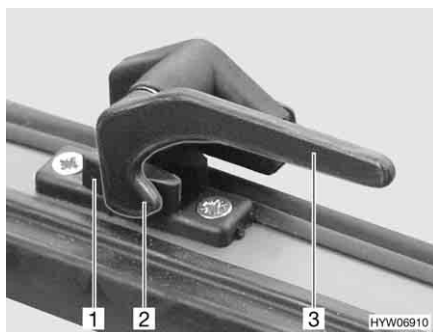

Fig. 56 Leva di serraggio in posizione "Chiuso"
- Ruotare la leva di serraggio (Fig. 56,3) di un quarto di giro verso il centro della finestra.
- Ruotare la leva di serraggio (Fig. 56,3) di un quarto di giro verso il telaio della finestra. Il nasello di chiusura (Fig. 56,2) si trova sul lato interno della chiusura della finestra (Fig. 56,1).
- In posizione "Completamente chiusa" (Fig. 56)